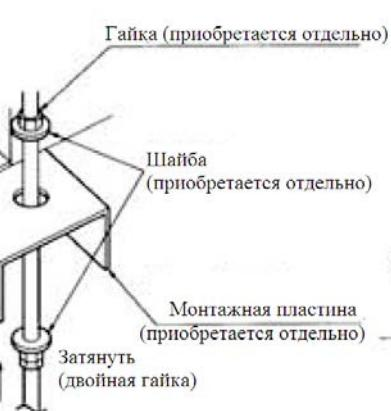
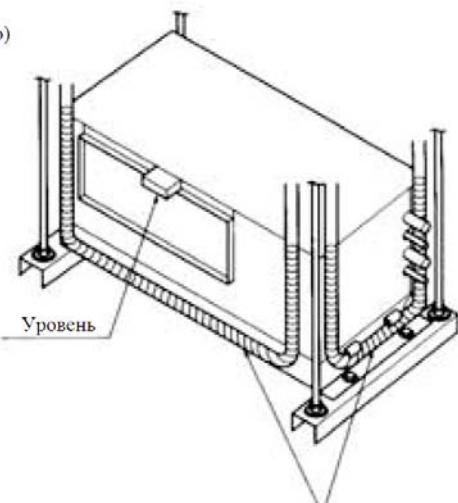

Рис. 6
Рис. 7
- (1) Закрепите блок на монтажной плате (приобретается отдельно) в четырех местах с помощью винтов M4.
- (2) Соедините монтажную плиту с болтом подвески. Зафиксируйте ее с помощью шайб и гаек с верхней и нижней сторон скобы (см. Рис. 6).
- (3) Отрегулируйте высоту установки блока.
- (4) Убедитесь, что поверхность блока горизонтальна (см. Рис. 7).
- (5) Затяните верхние гайки.